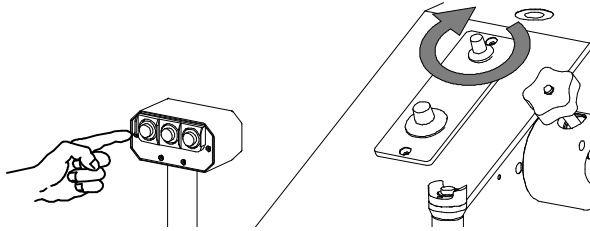

Fig. 12
c) Par contre sur la boîte à boutons à gauche on a trois boutons-poussoirs: le no.1, no. 2 et no. 3. Ils agissent comme sélecteurs de puissance, de sorte que l'opérateur ne doit pas intervenir pour la régler chaque fois la dimension de l'emporte-pièce change. Le bouton-poussoir no.1 (Fig. 12) à gauche sur la boîte à boutons est utilisé pour découper des matériels tendres en utilisant des outils avec un développement linéaire réduit. Il est possible en outre d'augmenter graduellement sa valeur par le potentiomètre indiqué en Fig. 12 jusqu'à presque rejoindre la puissance du bouton-poussoir no. 2 .